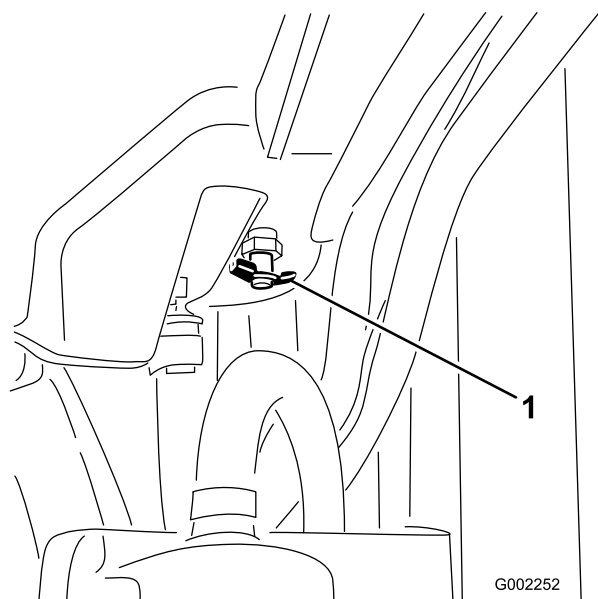

Bild 53
4. Öffnen Sie den Ablass (Bild 53) und lassen Sie das Kühlmittel in die Wanne ablaufen.